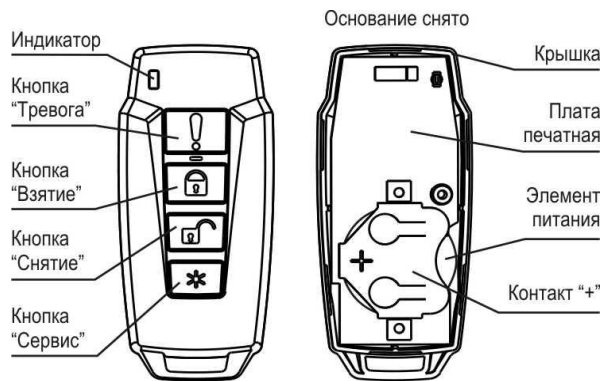

Рисунок 2
4.1 Извещатель выполнен в виде брелока, состоящего из крышки (лицевая сторона) и основания (рисунок 2).